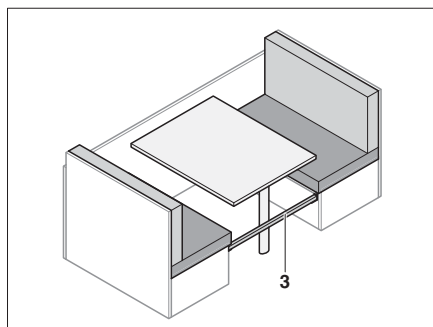

Fig. 64 Utilizar placa de refuerzo
- Colocar listón adicional (Fig. 64,3) entre los bancos de asiento.